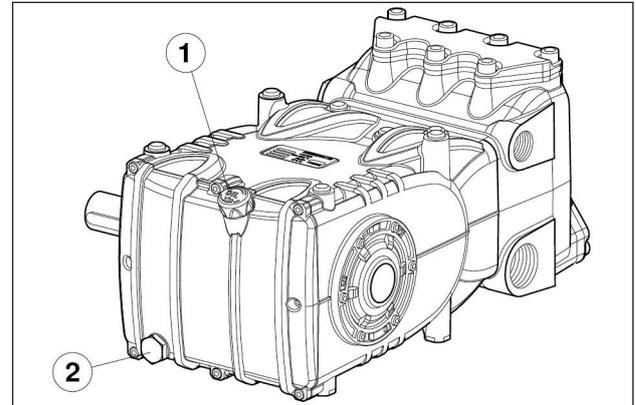

图 3
检查油位，如有需要，可通过油位杆 (①，图 3) 恢复正常油位。
正确的油位检查必须在泵处于室温时进行，换油必须在泵处于工作温度时进行，首先拆除油位杆 (部件号 ①)，随后拆除塞子 (部件号 ②，图 3)。
在泵运行期间，都应准备好系统，使油温在任何情况下都不超过 $110^{\circ}\text{C}$  ( $230^{\circ}\text{F}$ )。使用插入到排油塞的温度探针进行，部件号(2)，图3。请参阅“ATEX防爆保护”手册。